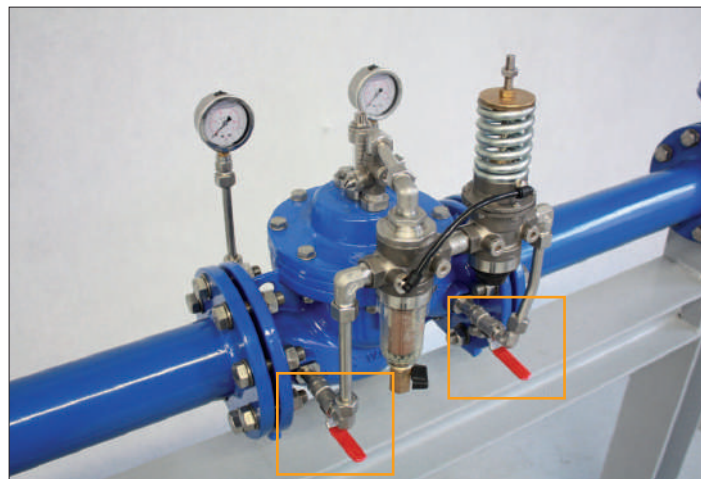

Рис. 16: Открытые шаровые краны
3. Открыть все шаровые краны на контуре управления. Шаровые краны открыты, если рычаги расположены параллельно трубам на контуре управления (рис. 16). Шаровой кран на фильтре и продувочный кран должны быть полностью закрыты (проверка не нужна только при автоматической системе вентиляции).